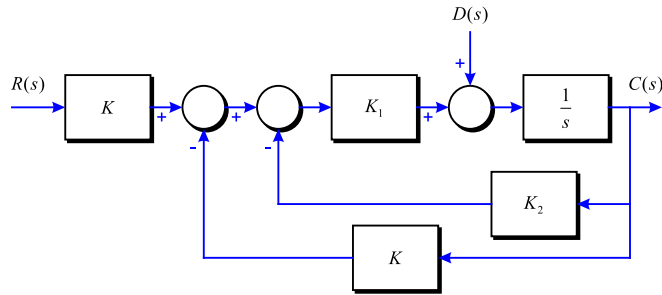

Figura 3-36
**Problema 92** El sistema de control de profunditat d'un submergible és el donat a la Figura 3-36.